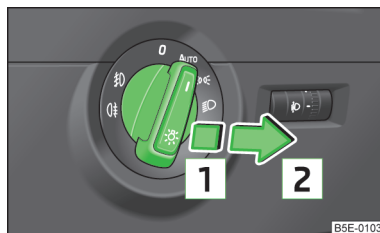

Fig. 32
- Ruotare l'interruttore luci in posizione **AUTO**,  oppure  » fig. 32.
- Ruotare l'interruttore luci in posizione **AUTO** oppure  o  » **fig. 32** a pagina 64.